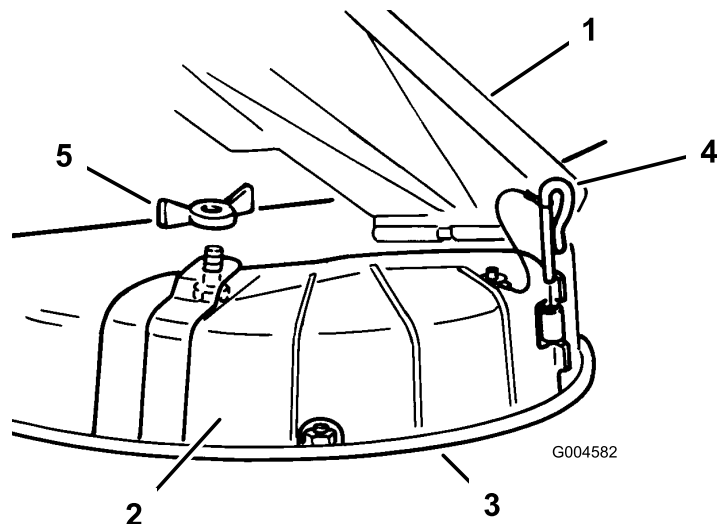

Figura 24
3. Retire la tuerca de orejeta y la abrazadera que sujetan la tapa (Figura 24). Guarde todas las piezas para su uso futuro.
4. Retire el pasador de la bisagra que sujeta la tapa a la carcasa (Figura 24).
3. Levante el deflector de hierba y coloque la tapa de descarga sobre la abertura, en el borde inferior del cortacésped, e introdúzcala en la bisagra delantera (Figura 24).
4. Coloque el pasador en la bisagra (Figura 24).
5. Fije la tapa de descarga al cortacésped con la tuerca de orejeta (Figura 24).